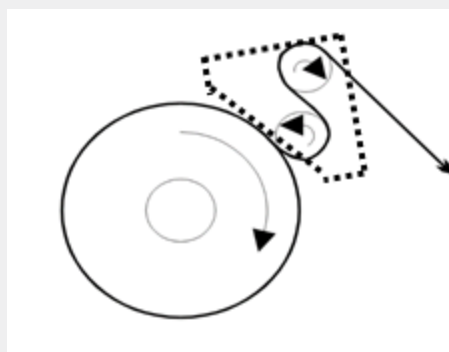

Figure 4.6: 拉膜机中的贴膜
5. 如 Figure 4.6 所示装上贴膜,并将张紧器旋回至贴膜辊上。